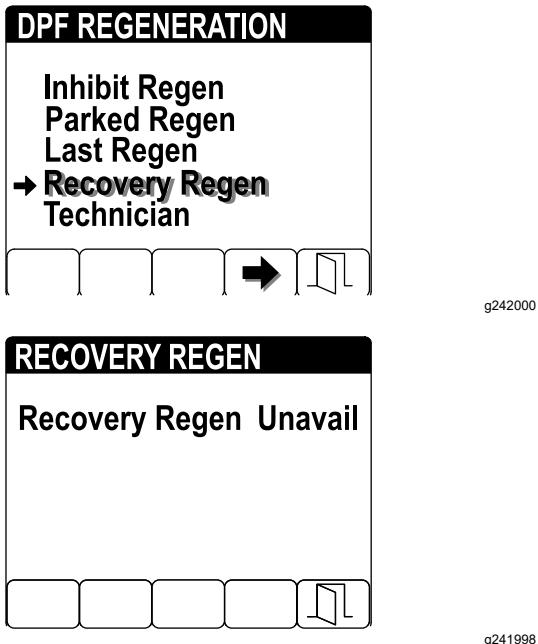

Figure 53
- Si le calculateur moteur n'a pas demandé de régénération d'urgence et que vous sélectionnez l'option RECOVERY REGEN (Figure 53), l'écran Recover Regen se verrouille (indisponible).